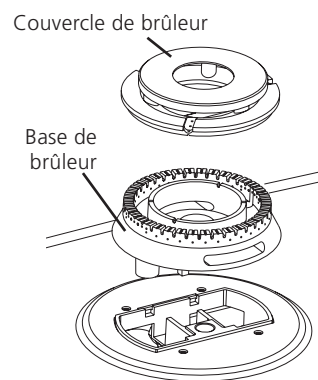

Figure 9
C. Brûleur triple (si présent): Enlevez les rubans adhésifs. Enlevez le couvercle et la base du brûleur. Retirez et jetez le matériel d'emballage. Remplacez la base et le couvercle du brûleur triple. **Attention de ne pas endommager les électrodes lorsque vous placez la base du brûleur sur l'ouverture de gaz.** Assurez-vous que l'électrode est correctement insérée dans l'ouverture prévue à cette fin sur la base du brûleur (Figure 9).